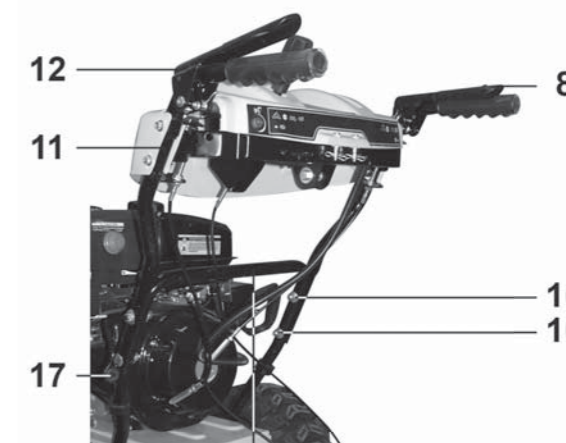

Рис. 6
- 6.1.2. Установите рукоятку управления (11) на нижнюю рукоятку (18) снегоуборщика, как показано на Рис.6.